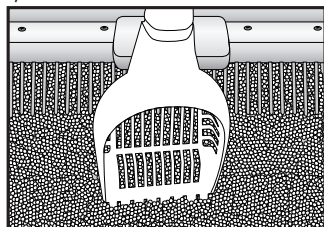

Fig. 4
- **Utiliser seulement de la litière agglomérante de qualité.** Ne pas utiliser litière non agglomérante ou qui ressemble à des cristaux ou à des perles. Remplir le bac à litière LitterMaid™ tout juste sous la marque de remplissage «Full Line». Éviter de trop remplir l'appareil sinon il ne fonctionnera pas bien. Se servir de la marque de remplissage «Fill» de l'outil à triple utilité LitterMaid™ pour vérifier le niveau approprié de la litière (fig. 4).